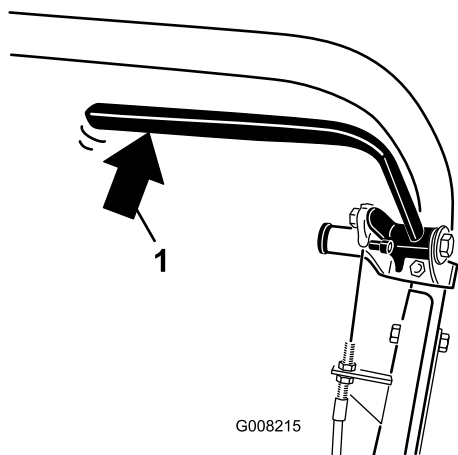

图38
2. 使用弹簧称向后按压行车刹车杆 图38。当作用力达到 13.518kg 时驻车刹车应会松开。如果驻车刹车在作用力达到 13.518kg 之前松开请调节刹车拉线。